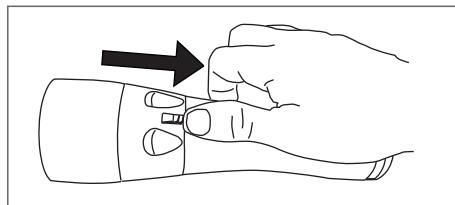

Fig. 14 - Inserimento del pulsante di blocco accensione nella posizione ON
- ▶ Durante il trasporto o nel periodo di non utilizzo dell'illuminatore la ghiera d'accensione deve essere posizionata nella posizione di blocco chiusura. Per poter effettuare tale operazione è necessario azionare il pulsante di blocco posto sulla ghiera stessa (fig. 14).